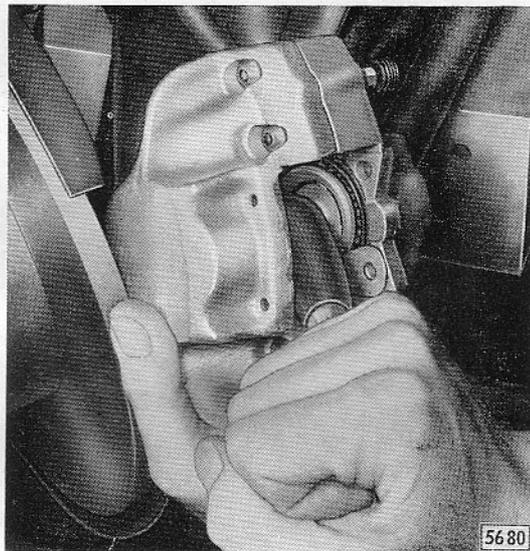
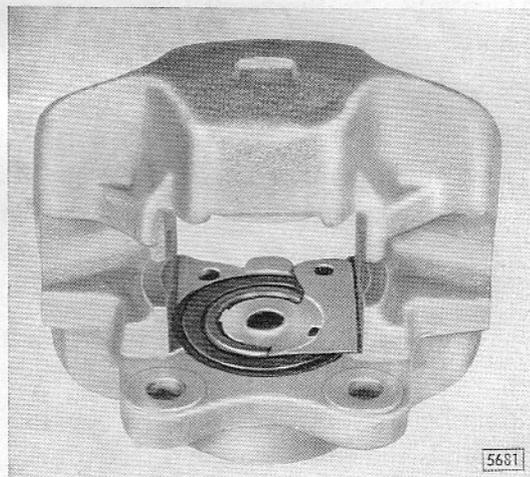

Bild B 15 - Verdrehsicherungsblech in Kolben eindrücken
Bild B 16 - Einbaulage des Verdrehsicherungsbleches – Bild zeigt Sicherungsblech im Kolben des Flanschgehäuses des linken Sattels
7. Verdrehsicherungsblech mit dem Heft eines Schraubenziehers bis zum Einrasten in Kolben eindrücken (Bild B 15) – siehe Einbaulage des Verdrehsicherungsbleches in Bild B 16.